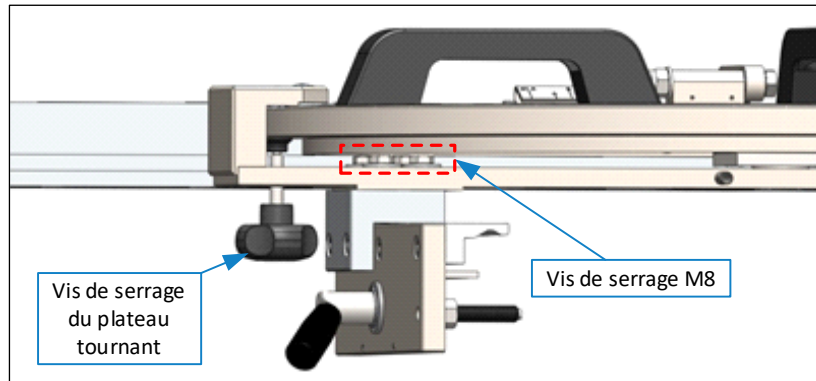

Figure 4 : ajuster DSG-D (1)
1. Faire pivoter le guide à onglets à env. 45° et desserrer les quatre vis de serrage M8 (voir ⇒ Figure 4).